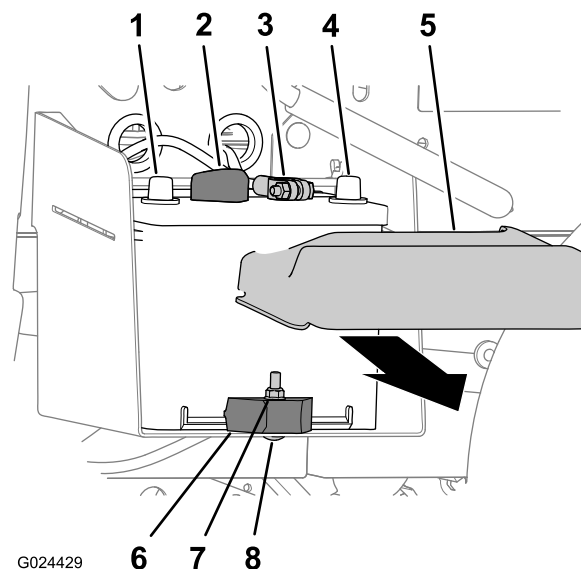

Рисунок 49
1. Сожмите стороны крышки аккумулятора и снимите крышку с его верхней части (Рисунок 49).
2. Отсоедините отрицательный кабель от клеммы аккумуляторной батареи (Рисунок 49).
3. Отсоедините положительный кабель от клеммы аккумуляторной батареи (Рисунок 49).
2. Отверните контргайку, снимите вагонный болт и зажим крепления аккумулятора к его лотку (Рисунок 49).
3. Извлеките аккумулятор из лотка (Рисунок 49).
1. Поместите аккумуляторную батарею в аккумуляторный отсек в автомобиле (Рисунок 49).
Примечание: Убедитесь, что положительный и отрицательный штыри аккумулятора выровнены, как показано на Рисунок 49.
2. Прикрепите аккумулятор к лотку аккумулятора с помощью зажима, вагонного болта и контргайки (Рисунок 49).
1. Подсоедините положительный кабель к клемме аккумуляторной батареи (Рисунок 49).
2. Подсоедините отрицательный кабель к клемме аккумулятора (Рисунок 49).
3. Установите крышку аккумулятора на его верхнюю часть (Рисунок 49).